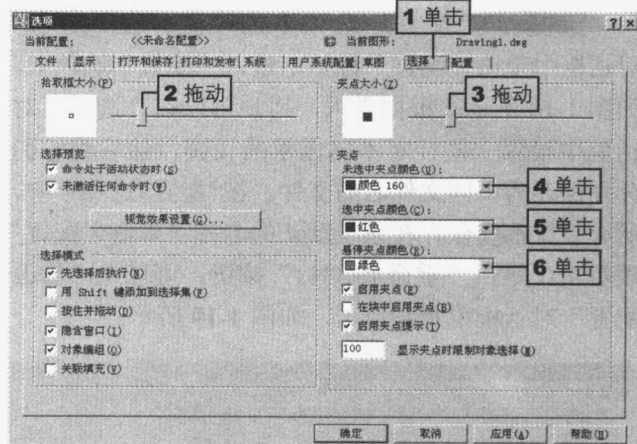

图 1-15 “选择”选项卡
step 14 在“选项”对话框中单击“选择”标签, 进入“选择”选项卡, 如图 1-15 所示。在此对话框中, 用户主要需要调节的是拾取框的大小、夹点的大小、夹点的颜色等参数, 其步骤如图 1-15 中的标注所示。